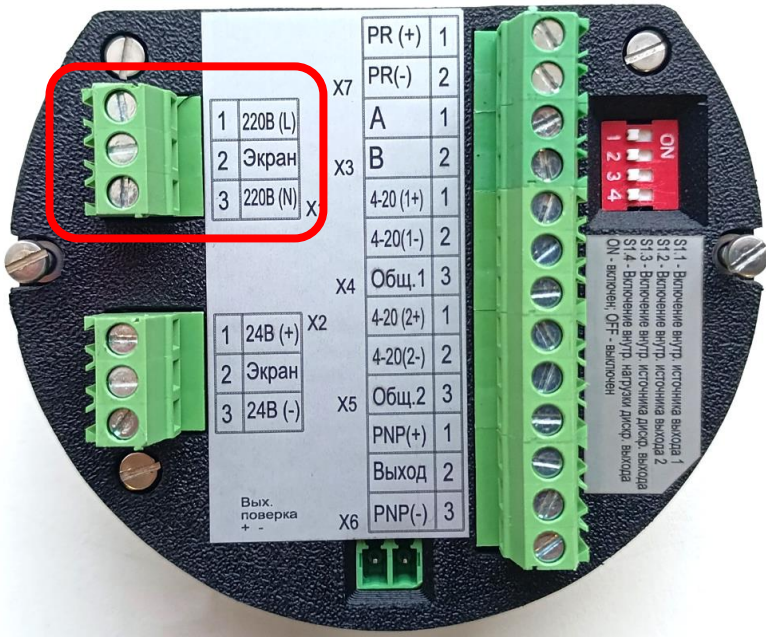

Рисунок 7- Подключение к сети 220 В
2.3.3.4 По возможности датчик должен быть защищен от клапанов, коллекторов и аналогичной арматуры, создающей турбулентность (рисунок 7).